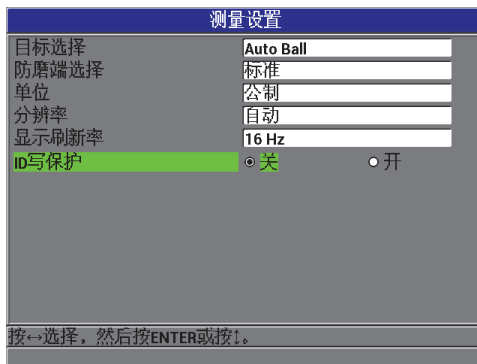

图 6-1 测量设置屏幕
1. 在仪器显示测量屏幕时，按 [**设置菜单**] 键，然后选择**测量**，显示**测量设置**屏幕（参见第 95 页的图 6-1）。